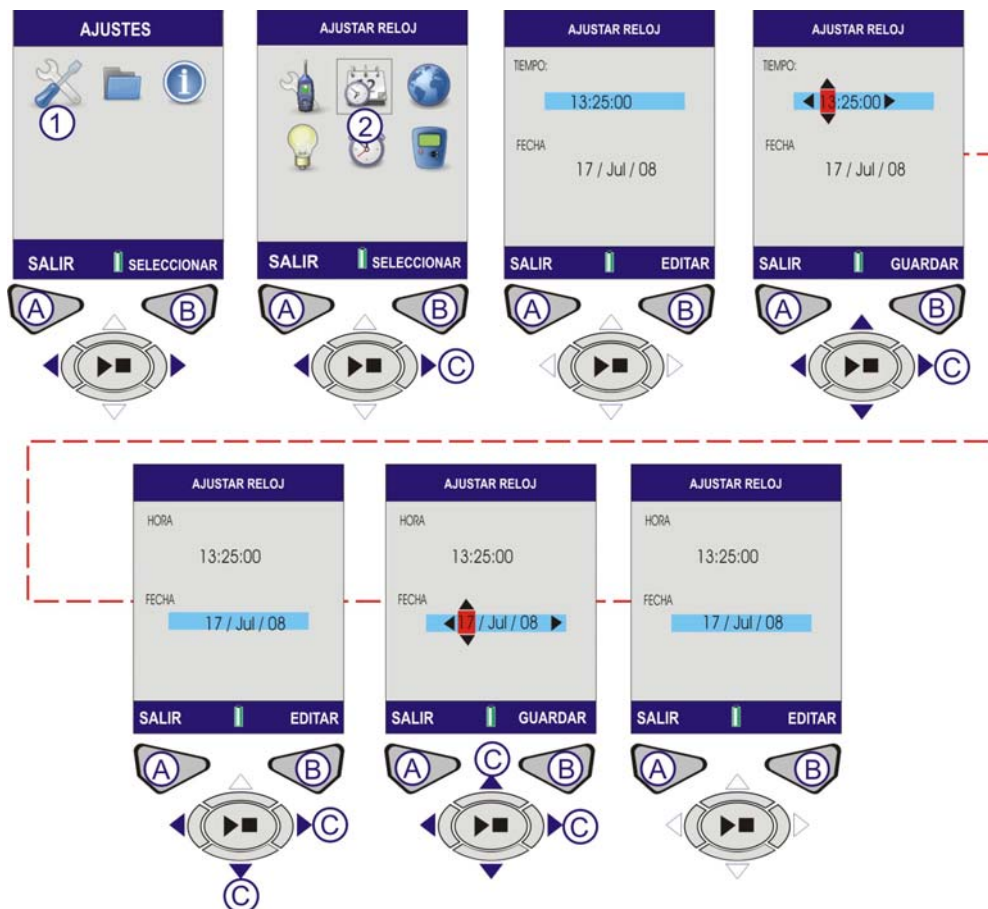

Figura 5 Ajustar Fecha y Hora
C. PANTALLAS DE FECHA Y HORA (Consultar la Figura 5)